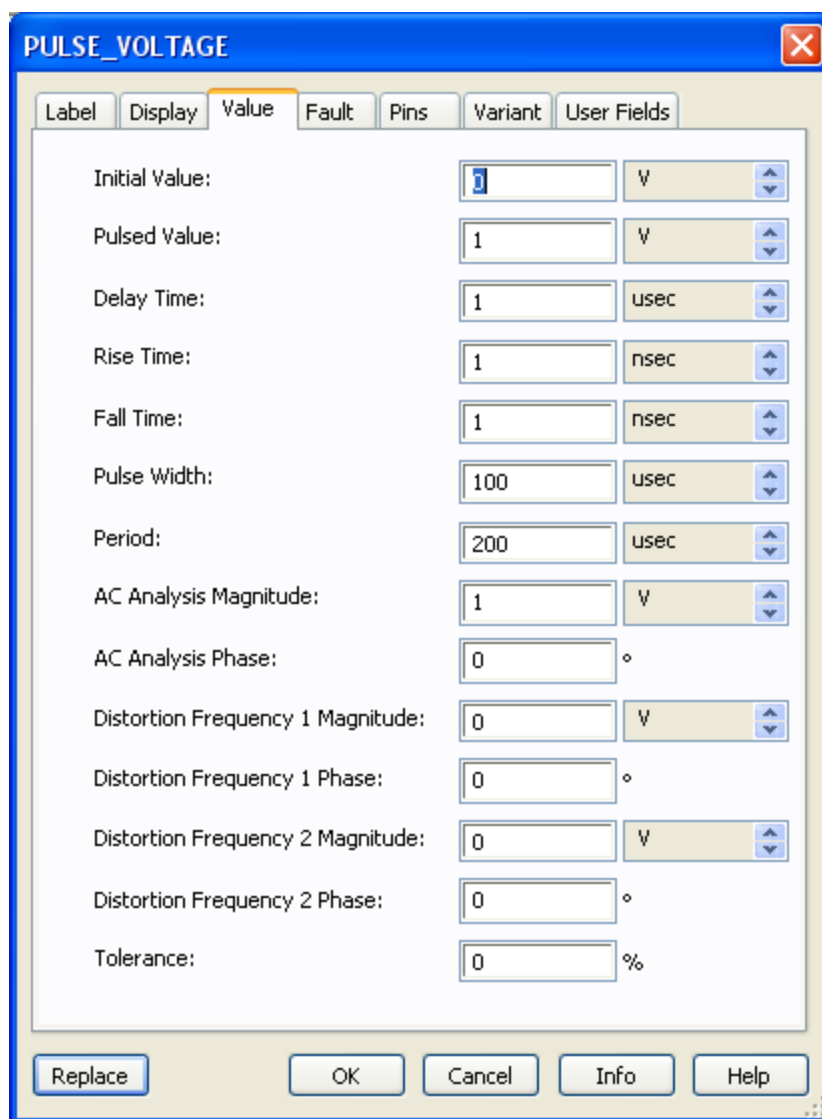

Рис. 5.2.3
- 2.2. На входе включить источник прямоугольных импульсов (Компонент PULSE\_VOLTAGE из Group: Sources, Family: SIGNAL\_VOLTAGE\_SOURCES). Установить параметры источника: (рис. 5.2.3).